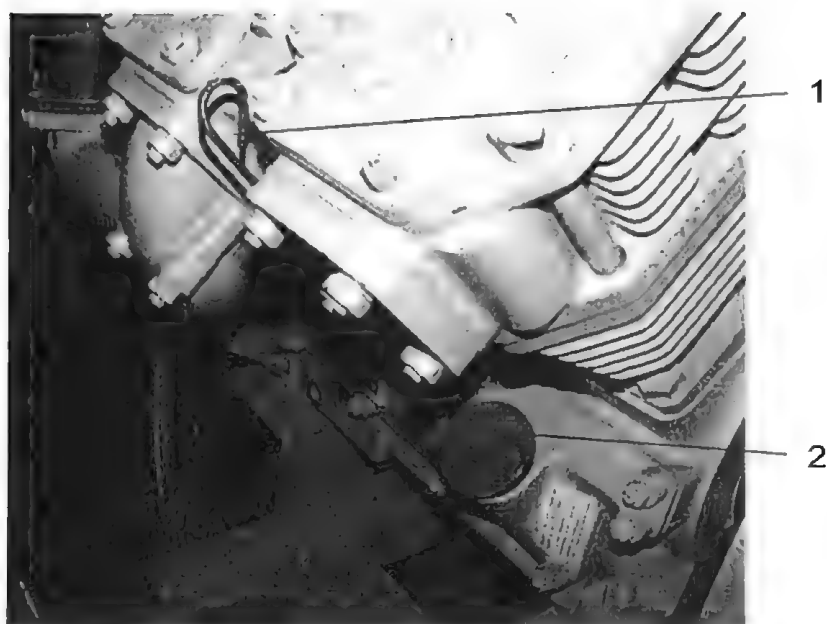

Bild 5-7 / Peilstab/Einfüllstutzen Kompressor
- Ölstand am Peilstab des Kompressors (Bild 5-7 / Pos. 1) überprüfen.
- Bei Bedarf auffüllen (Einfüllstutzen Bild 5-7 / Pos. 2)